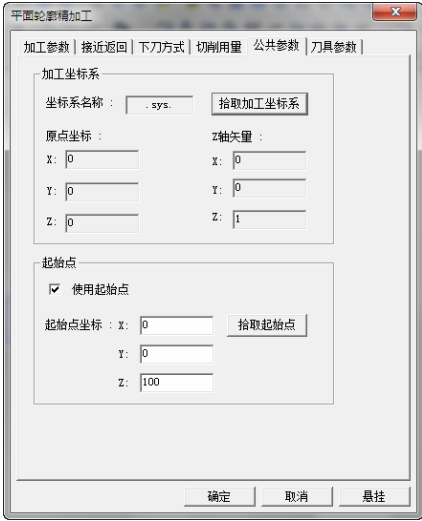

图 8-20 “公共参数”选项卡
4) 单击“公共参数”选项卡，勾选“使用起始点”，具体“起始点坐标”参数数值如图 8-20 所示。